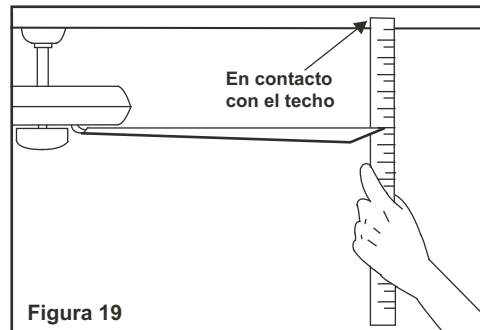

Figura 19
2. La mayoría de los problemas de oscilación se originan cuando los niveles de las aspas son desiguales. Revisar este nivel por medio de seleccionar un punto del techo por encima de la punta de una de las aspas. Medir esta distancia como se muestra en la Figura 19. Rotar el ventilador hasta que la siguiente aspa esté ubicada para medición. procedimiento para cada aspa. Las medidas repetidas deben mantenerse dentro de 1/8 pulgadas (3mm).